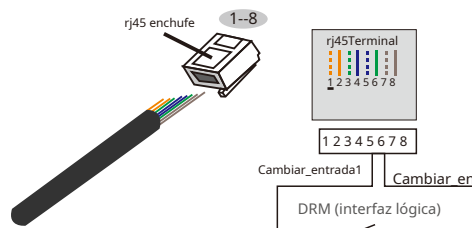

Figura 4.13 Pele la capa de aislamiento y conéctela al conector RJ45
2. Utilice el pelacables de red para pelar la capa de aislamiento del cable de comunicación. De acuerdo con la secuencia de línea estándar de la figura 4.13, conecte el cable al enchufe de RJ45 y luego use una herramienta de crimpado de cable de red para apretarlo.